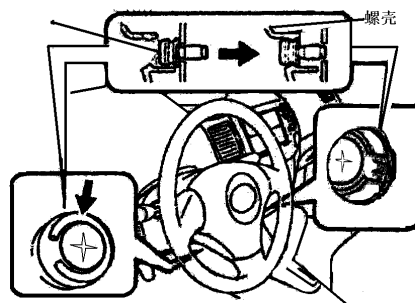

图 2—3
(1) 用套筒扳手或者螺丝刀，松开两个螺钉，直至螺钉头周边卡在螺钉壳体内，如图2—3所示。
(2) 从转向盘中拉出喇叭按钮总成，如图2—4所示。
(3) 使用螺丝刀，松开安全气囊接头的锁紧部